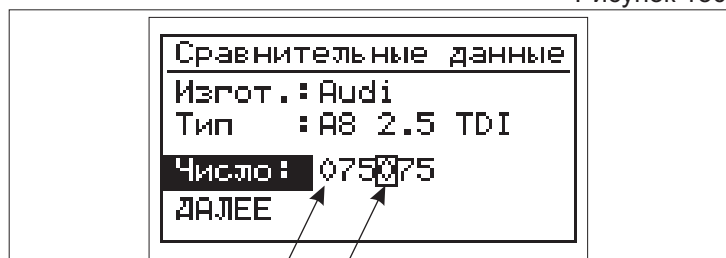

Рисунок 151
**(Рисунок 151)****Указание:**